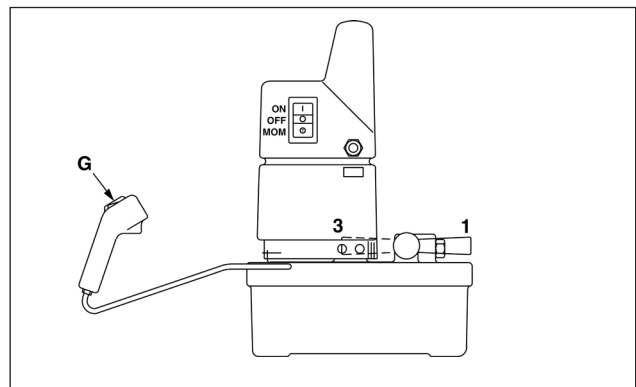

Figure 7
5.1 Usage du commutateur (Figure 7)